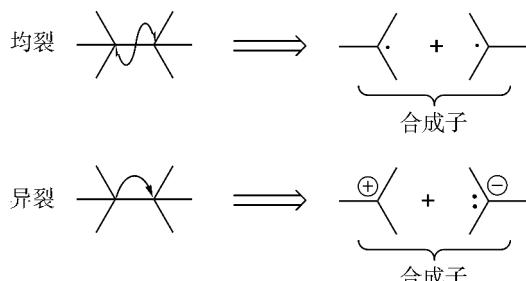

图 5-6
**切断 (disconnection)**: 这是对目标化合物结构剖析的一种处理方法,设想目标分子中的某个化学键被打断而变成碎片,进而推出合成所需要的原料。切断的方式主要有均裂形成自由基形式和异裂成为电正性、电负性碎片的形式,其中异裂方式更为常用(图 5-6)。“切”是手段,在“切”的同时,脑海中应有相对应的有机反应能实现“合”。为了与正向的化学反应符号“ $\longrightarrow$ ”加以区别,切断采用“ $\Longrightarrow$ ”表示结构变换过程。